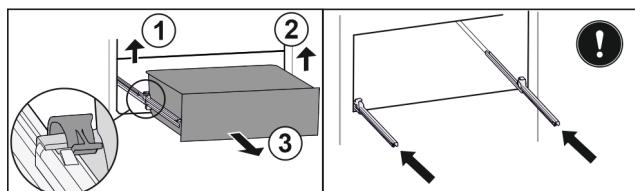

Fig. 54
- Повдигнете лявата скоба и едновременно с това изтеглете напред чекмеджето отляво. Fig. 54 (1)
- Повдигнете дясната скоба и едновременно с това изтеглете напред чекмеджето отдясно. Fig. 54 (2)
- Извадете чекмеджето напред. Fig. 54 (3)